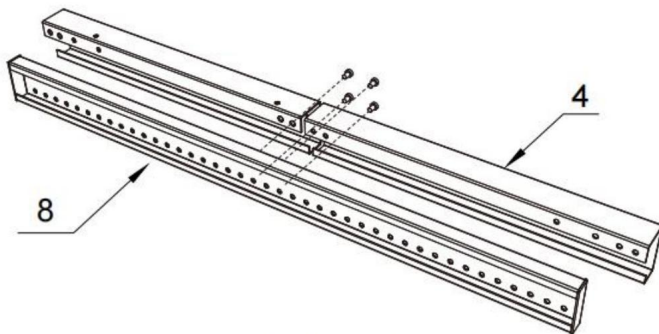

Figure 3
4. Fixez avec 4 vis à tête cruciforme M5*10 () dans le trou dans les supports d'angle et les sections centrales. (Figure 3)